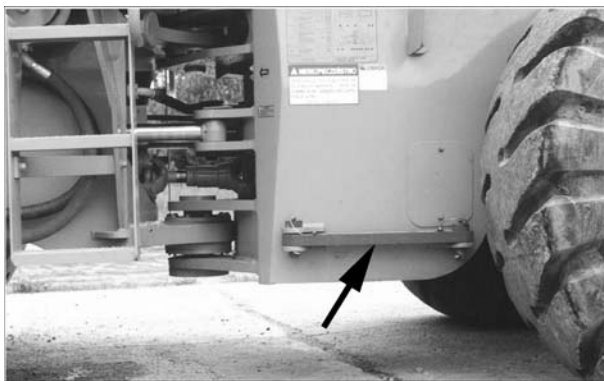
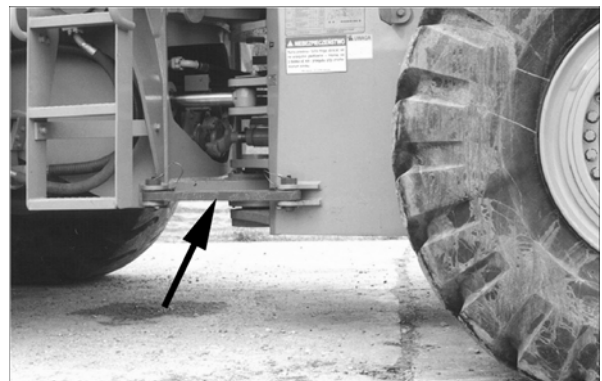

Рис.3.1. Соединитель и шкворни в нейтральном положении
Рис.3.2. Соединитель и шкворни в положении блокирования рам
С левой стороны рамы погрузчика закреплены проворачиваемый, блокировочный соединитель (брус) рам и два шкворня (Рис.3.1. и 3.2.), которые образуют блокировочное (сцепляющее) устройство. Оно предназначено для блокирования передней и задней рам погрузчика для того, чтобы исключить возможность случайного поворота (складывания рам) погрузчика при его обслуживании и при подъеме погрузчика на стропах подъемного устройства.
Перед эксплуатацией машины блокировочный соединитель необходимо закрепить в нейтральном положении так, как это показано на Рис.3.1. Соединитель или шкворни, имеющие трещины или изгибы должны быть немедленно отремонтированы, а утерянные – восполнены для того, чтобы обеспечить постоянную возможность блокировки рам (Рис.3.2.).
5. Перед перегонем необходимо рычаг управления рабочим оборудованием установить в нейтральное положение и разблокировать переднюю и заднюю рамы (шарнирное соединение рам) путем установки соединителя рам в нейтральное положение так, как это показано на Рис.3.1.